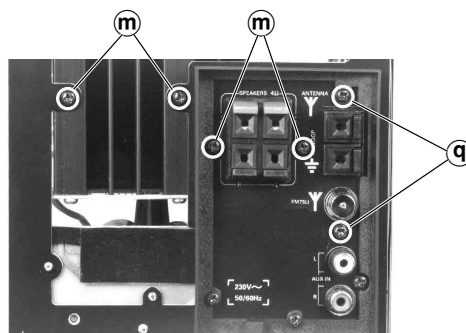

Fig. 11
- 4 Schrauben ③ (Geräterückseite) herausdrehen (Fig. 11).
- 2 Schrauben ⑥ (Geräterückseite) herausdrehen (Fig. 11).
- Undo 4 screws ③ (on the rear, Fig. 11).
- Undo 2 screws ⑥ (on the rear, Fig. 11).